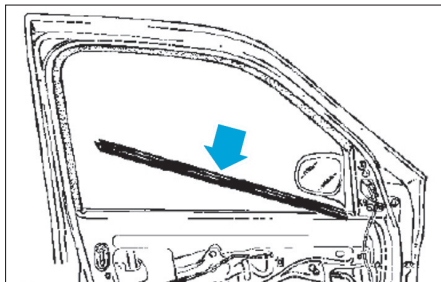

Fig. 51
- le lécheur de vitre intérieur (Fig.51).